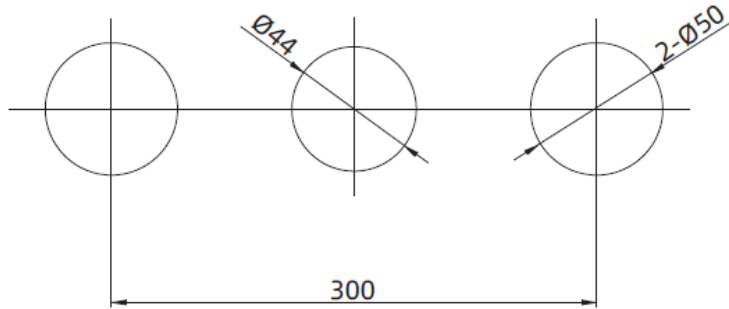

图 6 安装操作过程
6.3 安装操作过程-图 6
- 6.3.4 取出顶部传动机构，张紧机构确定罐顶的开口位置，无误后按安装示意图开口（图 6）。